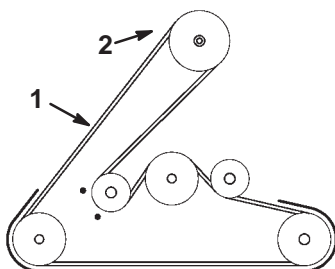

Bild 20
12. Nehmen Sie den Mähwerkriemen von der elektromagnetischen Kupplungsriemenscheibe ab (Bild 20).